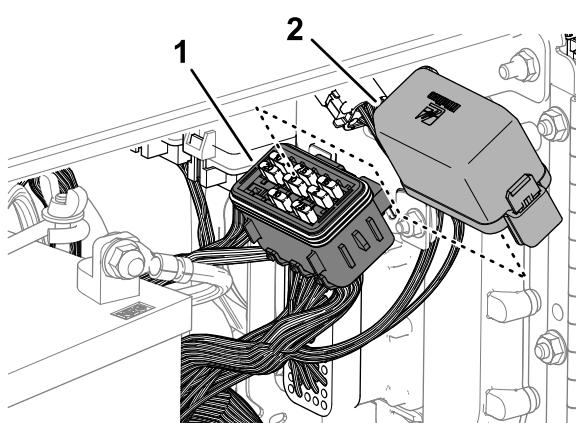

Figura 161
2. Retire la cubierta del bloque de fusibles (Figura 161).